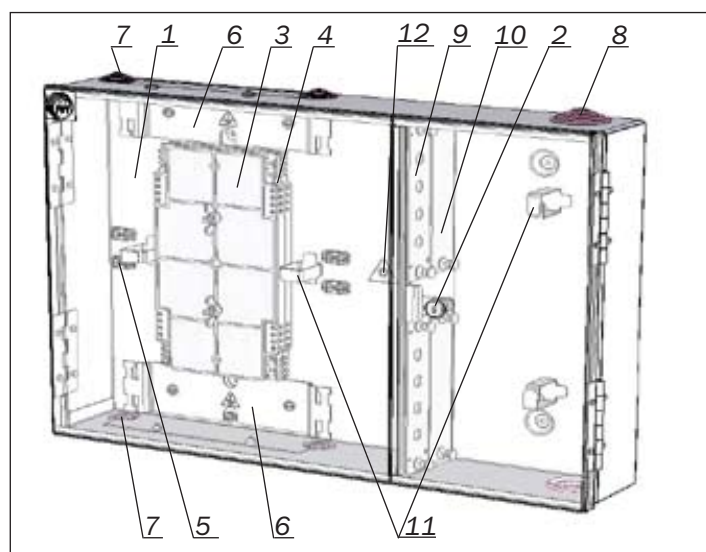

Рисунок 1.1 – Состав шкафа
**5.17** Определить необходимые запасы длин pigtail до мест соединения их с ОВ подключаемого к шкафу ОК. Для этого необходимо выложить в держателях шкафа (рисунок 1.1; поз. 11) по 2-3 витка запасов длин pigtail до входа в кассету.